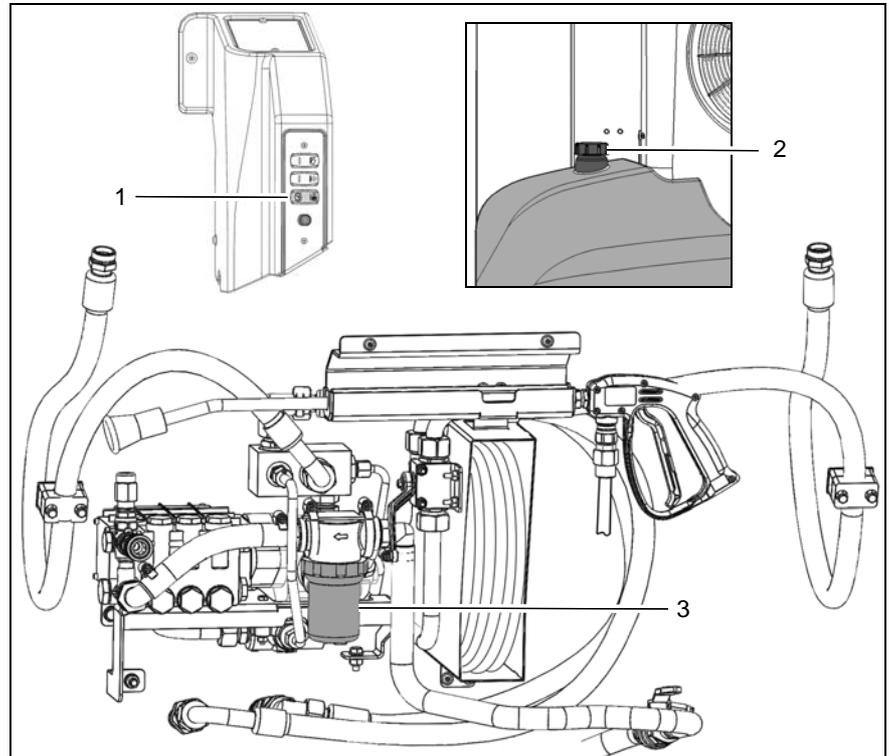

Abb.7
2. Feststellbremse (Abb. 7/1) arretieren.
3. Frischwassertank (Abb. 7/2) auffüllen
4. Wasserfilter (Abb. 7/3) des Hochdruckreinigers kontrollieren, ggf. reinigen.